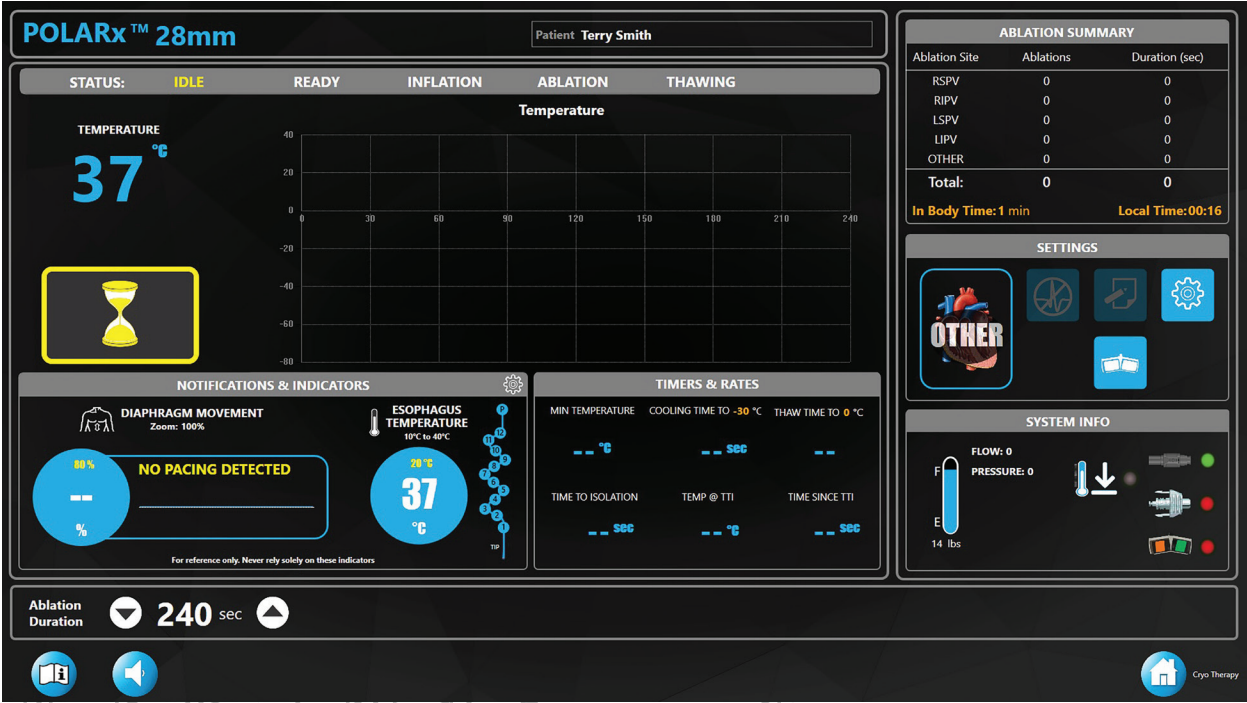
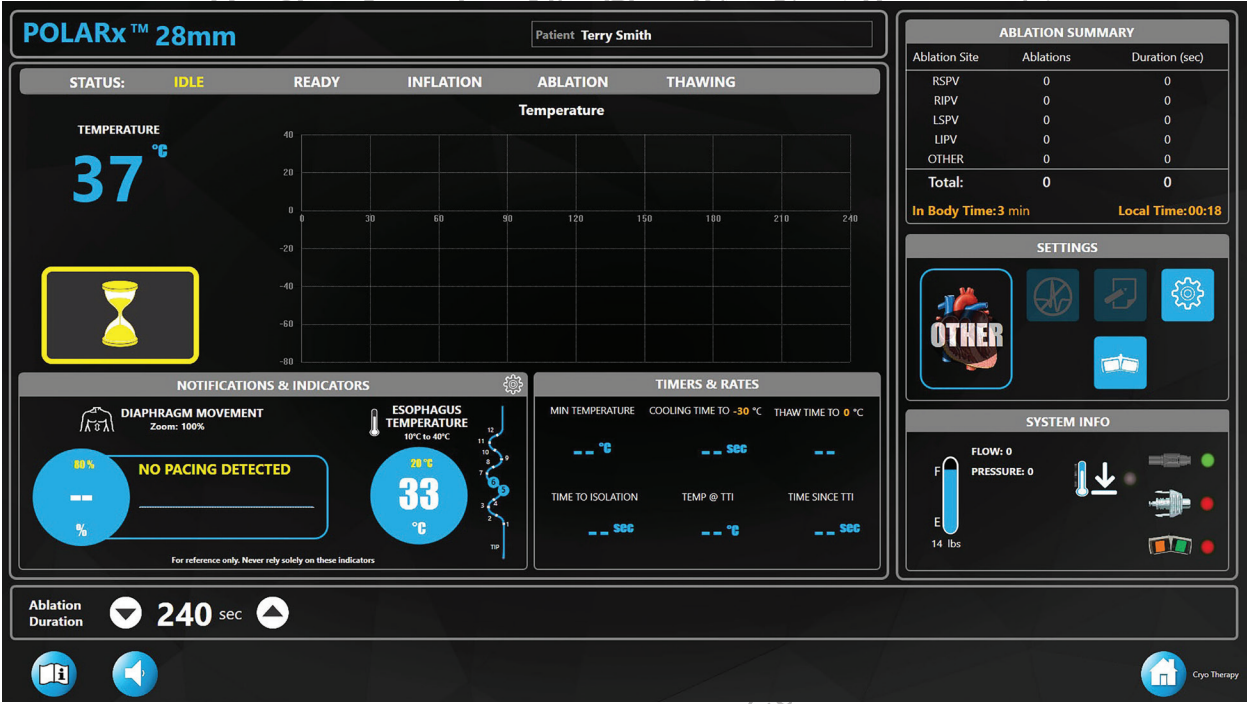

Figura 9. Sonda de Temperatura Esofágica CIRCA™ S-CATH
Figura 10. Sonda de Temperatura Esofágica CIRCA™ S-CATH - Temperatura baixa selecionada
- Se utilizar uma Sonda de Temperatura Esofágica CIRCA™ S-CATH, com ou sem uma sonda de temperatura série 400, uma imagem da Sonda de Temperatura Esofágica CIRCA™ S-CATH será automaticamente apresentada (Figura 9). Uma Sonda de Temperatura Esofágica CIRCA™ S-CATH típica tem 12 sensores com alguns modelos incluindo um sensor proximal.
- A **Esophagus Temperature** (Temperatura esofágica) será sempre a temperatura mais baixa medida de todos os sensores. O sensor com a temperatura mais baixa também estará realçado a azul. À medida que a temperatura desce nas áreas afetadas, apenas os sensores com a temperatura mais baixa serão realçados (consulte a Figura 10). Tenha em atenção que é possível que mais do que um sensor tenha a mesma temperatura que na Figura 9.